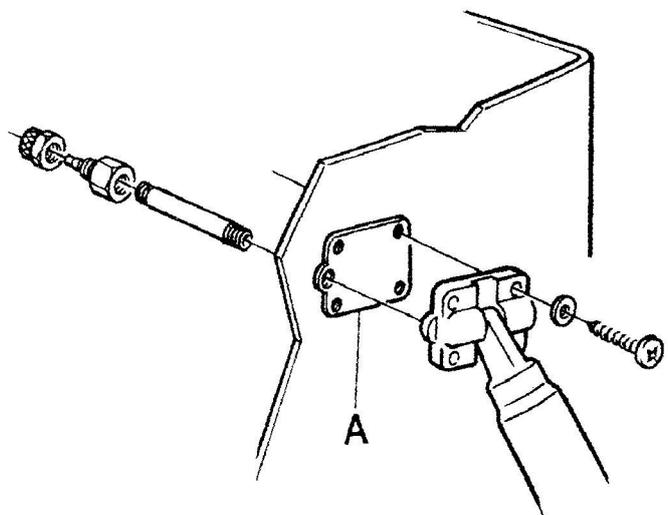

Fig. 8
Entfernen Sie erst alle Gegenstände, die die Anbringung der Schrauben oder Ölleitungen behindern könnten. Einige Hindernisse können umgangen werden, indem der obere Zylinderaufsatz um 180° gedreht wird. (In diesem Fall ist die Ölleitung dann 45 mm seitlich angeordnet, siehe Bild 8). Falls dies nicht ausreicht, muß eine Vorrichtung für die Befestigung von außen verwendet werden (separat zu beziehen).
Den oberen Zylinderaufbau flach zum Heck halten. Die Borschablone (A) zwischen Heck und den Zylinderaufbau schieben (Lage der ölleitung beachten) und die Schablone mit einem Klebeband befestigen. Siehe Bild 8.
Die Nippel an die ölleitung handlich anschrauben, siehe Bild 8. Mit Loctite oder ähnlichem Kleber sichern. Sollte ein 90° Winkel notwendig sein, sind solche rohrverbindungen auf Anfrage erhältlich.